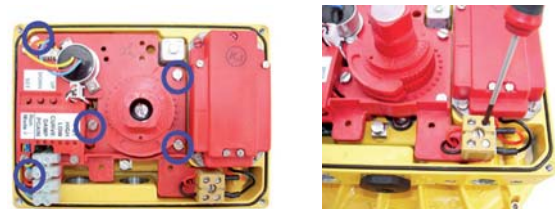

fig I-2
- Oter le couvercle du positionneur et les 5 vis M4 à tête fendue qui maintiennent la plaque en plastique rouge à l'intérieur du boîtier (entourées en bleu sur fig I-2).
- Débrancher les deux fils de la servovalve (fig I-2 bis) et les fils de la (ou des) fiche(s) DIN le cas échéant.
fig I-2 bis